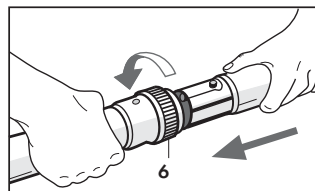

Fig. 19
Pour accoupler les tubes et les accessoires, il suffit d'introduire la partie terminale mâle de l'un dans la partie femelle de l'autre et de tourner la couronne de blocage (6) dans la direction indiquée (Fig. 19).